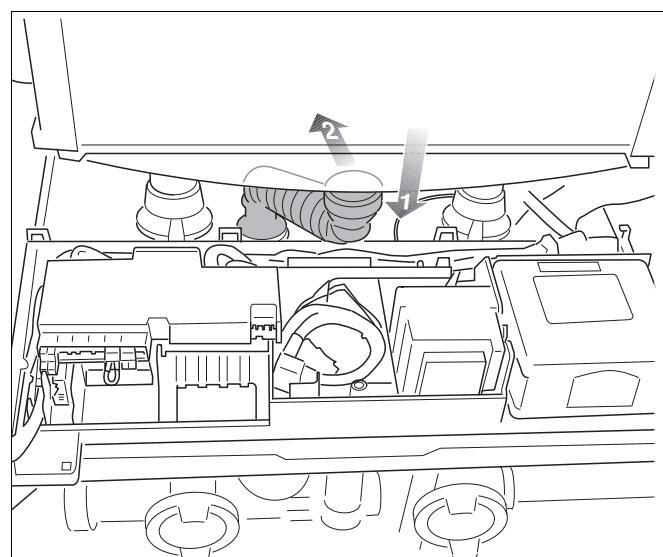

Fig. 93 Rimuovere la coppa di raccolta ondulato
- Staccare il tubo flessibile di scarico condensa e inclinarlo verso la parte posteriore (fig. 93).